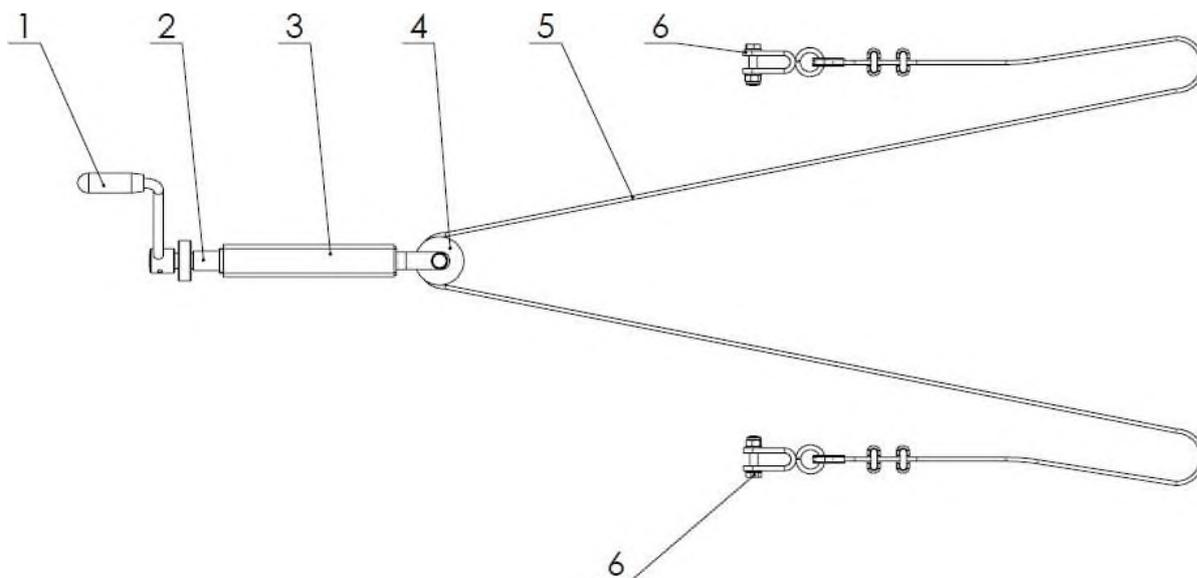

Figura 15. Esquema del freno de estacionamiento
La empacadora puede estar equipada con un freno de estacionamiento de accionamiento manual, cuyo elemento actuador es un tornillo tensor de los cables conectados a las palancas de freno (figura 15). Gire la manivela (1) en el sentido horario a través del cable (5) para cambiar la posición de la palanca de freno y active el freno de estacionamiento de la empacadora. El freno de estacionamiento se suelta cuando la manivela cambia de dirección.